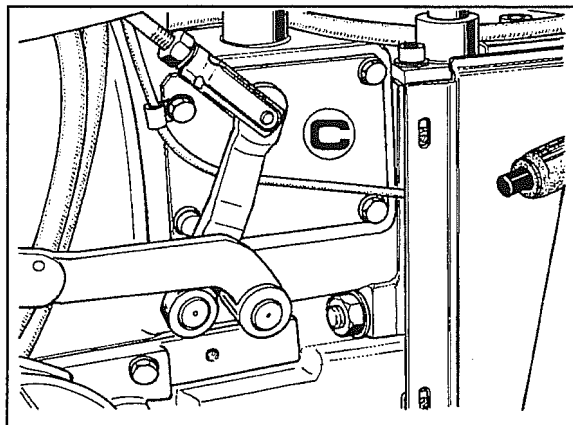

Fig. 2
- 2 Retirar a tampa **C** sobre a campânula da embraiagem e aquela sobre o lado oposto como ilustrado na fig. 2.